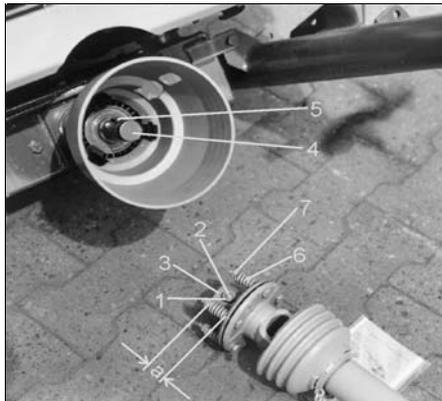
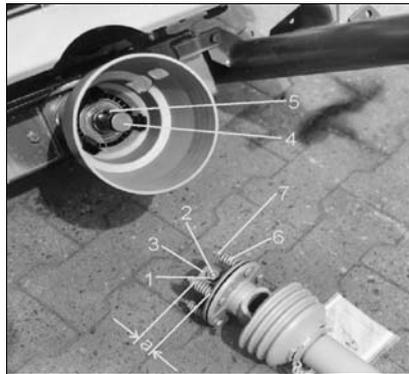

Fig. 41
Fig. 42
En cas de rupture fréquente des vis de cisaillement entre la mâchoire d'accouplement et le flasque de l'arbre d'entrée du boîtier, et si le tracteur est équipé d'une prise de force de forte puissance, nous recommandons l'emploi du limiteur à friction Walterscheid (Fig. 41).
- Desserrez le contre-écrou (Fig. 41/1) à l'intérieur de la mâchoire d'accouplement du limiteur à friction (jusqu'à ce que le goujon fileté ne dépasse plus hors du contre-écrou),
- Dévissez le goujon fileté six pans creux (Fig. 41/2) et vérifiez que la mâchoire d'accouplement se retire aisément de l'arbre de boîtier.
Garnissez la mâchoire d'accouplement (Fig. 41/3) avec de la graisse et introduisez la sur l'arbre d'entrée (Fig. 41/4) jusqu'en butée.
Veillez à ce que la clavette (Fig. 41/5) soit entièrement couverte !
- Secure special PTO shaft against axial shifting. For this firmly tighten grub screw with Allen key and secure with nut (Fig. 41/1).
- Desserrez le contre-écrou (Fig. 42/1) à l'intérieur de la mâchoire d'accouplement du limiteur à friction. Dévissez le goujon fileté (Fig. 42/2).
- Décompressez les ressorts (Fig. 41/6) en desserrant les écrous (Fig. 42/7).